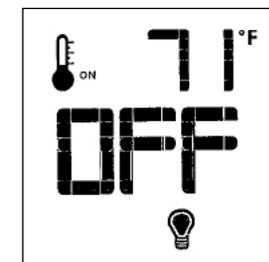

Figure 15.15. Contrôle de la lampe.
- Avec la télécommande ON, appuyez sur la touche Mode pour afficher l'icône Lampe. Figure 15.15.